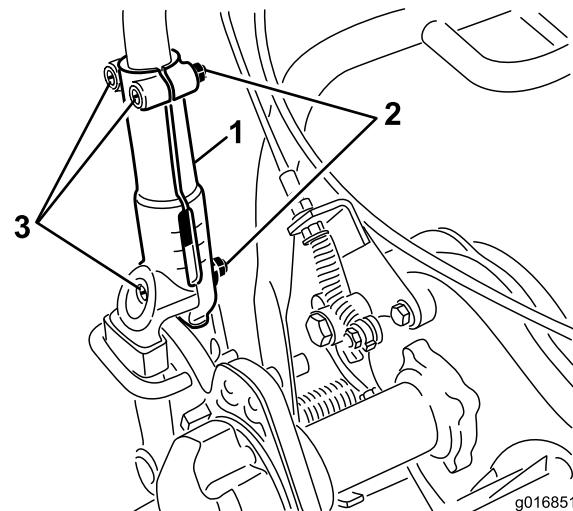

Рисунок 23
1. Ослабьте 3 картных болта и гайки, которые фиксируют в зажимах каждую сторону ручки (Рисунок 23).